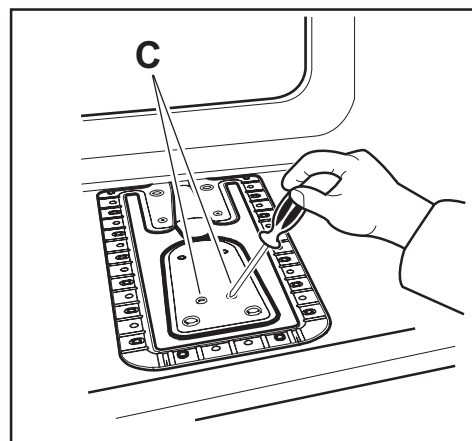

Fig. 28
2. svitate le due viti (Fig. 28, lett. "C") che fissano il bruciatore del forno;